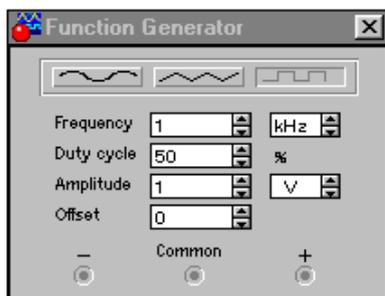

Рис. 10
1.4. Щелчком по изображению генератора открыть лицевую панель (рис. 10). Генератор перевести в режим генерации прямоугольных импульсов на частоте 1 кГц. Установить отношение длительности импульса входного сигнала к периоду повторения (**Duty cycle**) равным 50. В этом случае длительность импульса будет составлять 50% от длительности периода.
3.2. Параметры функционального генератора установить по рис. 10.